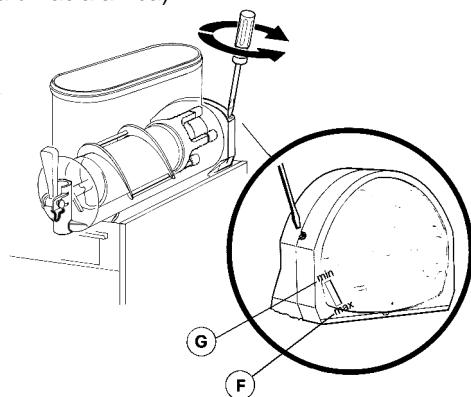

figura 4
- 1 - **Regulación de la densidad:** la densidad óptima del granizado ha sido ya ajustada en fábrica. Si se quiere variar dicha densidad girar con un destornillador el correspondiente tornillo de ajuste situado en cada una de las paredes posteriores del distribuidor (ver figura 4):